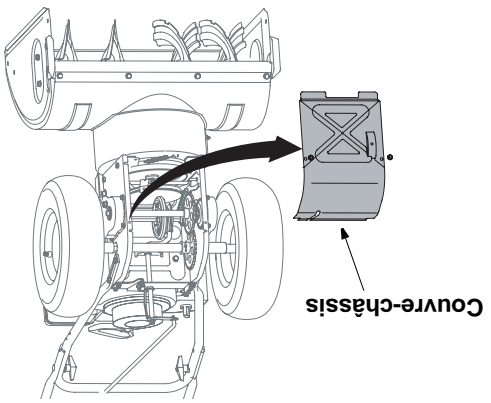

Figure 24
- Basculez la souffluse vers l'avant pour la faire reposer sur l'habillage. Enlevez les deux vis auto-taraudeuses du couvre-châssis sous la souffluse et écartez-le. Voir la Figure 24.
- Basculez la souffluse vers l'avant pour la faire reposer sur l'habitacle. Enlevez les deux vis auto-tarandeuses du couvre-châssis sous la souffluse et écarterez celui-ci. Voir la Figure 24 Faites faire un demi-tour à la vis à épaulement et dégagez-la du support de montage. Voir la Figure 24.